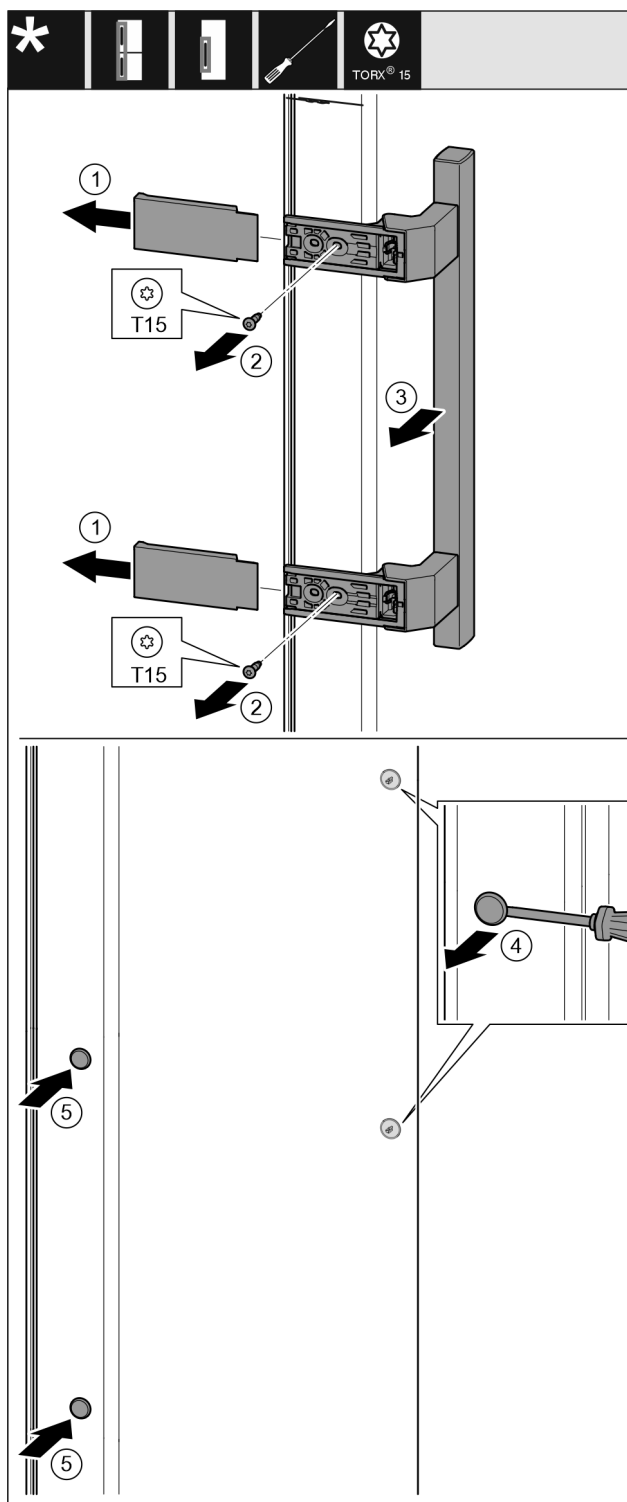

Fig. 11
- ▶ Stáhněte kryt. Fig. 11 (1)
- ▶ Šroubovákem T15 vyšroubujte šrouby. Fig. 11 (2)
- ▶ Sejměte madlo. Fig. 11 (3)
- ▶ Postranní zátku opatrně nadzvedněte plochým šroubovákem a vytáhněte. Fig. 11 (4)
- ▶ Zátku opět vložte na druhé straně. Fig. 11 (5)